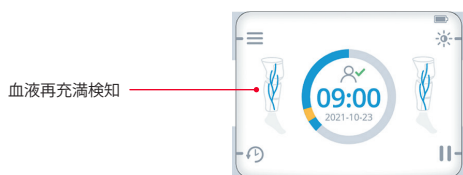

図 5
- 血液再充満検知機能の動作中は、脚部に血液を再充満していることを示すアイコンが画面に表示されます（下図 5 を参照）。このアイコンは表示のみを目的としています。血液再充満検知中は、ユーザによる操作は必要ありません。